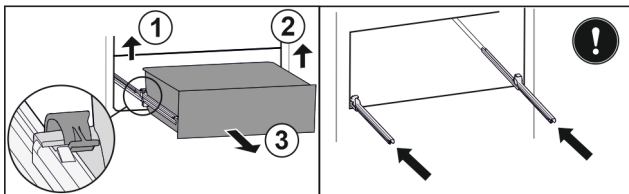

Fig. 96
- ▶ Løft venstre klemme og trekk samtidig skuffen fremover til venstre. Fig. 96 (1)
- ▶ Løft høyre klemme og trekk samtidig skuffen fremover til høyre. Fig. 96 (2)
- ▶ Ta ut skuffen framover. Fig. 96 (3)